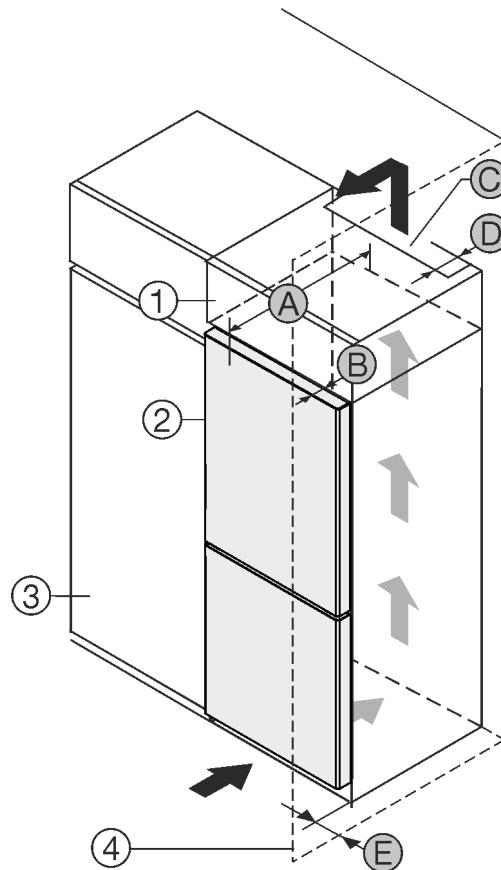

Fig. 1
Sie können das Gerät direkt neben dem Küchenschrank Fig. 1 (3) aufstellen.
An der Rückseite des Aufsatzschrankes muss ein Abluftschacht mit der Tiefe Fig. 1 (D) über die gesamte Aufsatzschrankbreite vorhanden sein.
Unter der Raumdecke muss der Entlüftungsquerschnitt Fig. 1 (C) eingehalten werden.
Wenn Sie das Gerät mit den Scharnieren neben einer Wand Fig. 1 (4) aufstellen, dann muss der Abstand zwischen Gerät und Wand mindestens 13 mm betragen.
Wenn Sie das Gerät mit den Scharnieren neben einer Wand Fig. 1 (4) aufstellen, dann muss der Abstand zwischen Gerät und Wand mindestens 20 mm betragen.
Damit Sie die Tür vollständig öffnen können, muss das Gerät um die Türtiefe *Fig. 1 (B)* gegenüber der Küchenschrankfront vorstehen. Abhängig von der Tiefe der Küchenschränke *Fig. 1 (3)* und Verwendung von Wandabstandshaltern kann das Gerät weiter herausragen.